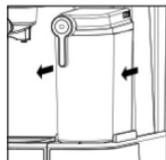
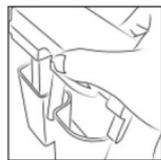

Рис. 1
Рис. 2
- Take the container (12) and remove it (fig. 1), remove the cappuccinator lid (10) from the container (12) (fig. 2, 12).
- Switch the coffee maker off by pressing the on/off button (15) «U».
- Pour the water out from the cup, take the container (12), pull it towards you and remove (fig. 1), remove the cappuccinator lid (10) from the container (12), drain the remaining water from the container (12).
- Возьмитесь за ёмкость (12), потяните её по направлению к себе (рис. 1) и снимите с ёмкости (12) крышку капучинатора (10) (рис. 2). Наполните ёмкость (12) водой, до отметки максимального уровня.